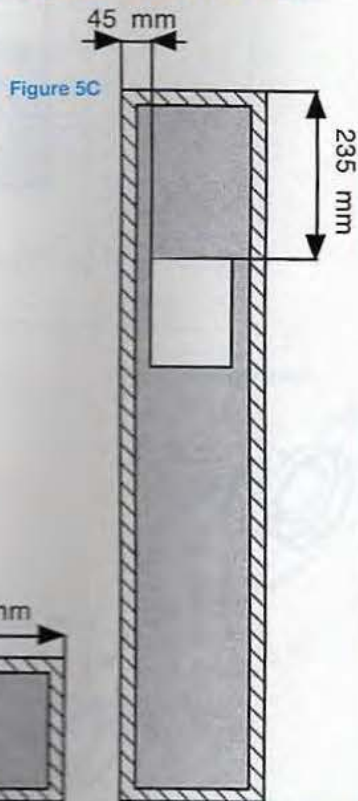
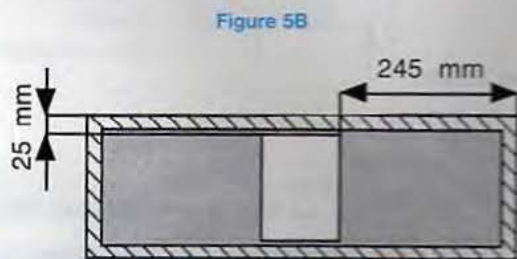

Figure 5C
Figure 5B
11. Sur le panneau arrière, tracer puis découper le trou rectangulaire (110 mm x 150 mm) d'encastrement du bornier Moss 5 (figure 5A), Narvik 5 (figure 5B) et Oslo 5 (figure 5C).